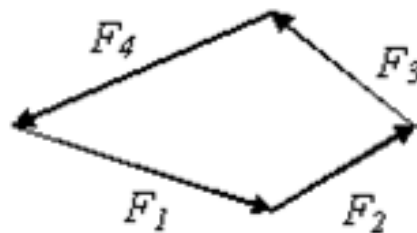

Рис. 3
6. Векторная сумма системы сил должна быть равна нулю $\vec{F}_1 + \vec{F}_2 + \vec{F}_3 + \dots + \vec{F}_N = \sum_{K=1}^N \vec{F}_K = 0$, а силовой многоугольник – замкнут (рис. 3).